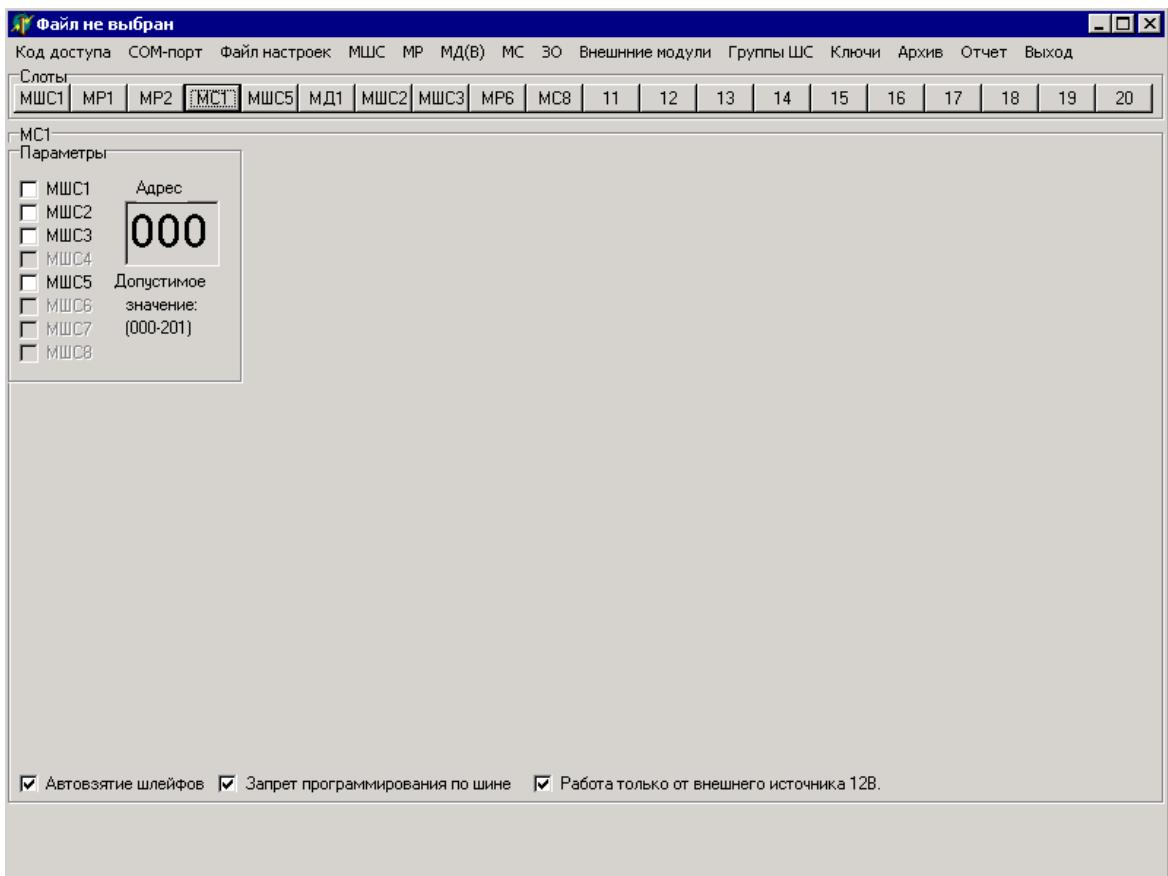

Рис. 11
ний, подключенной к данному МС (рисунок 11):
2.1.3.8 При программировании любого МС прибора в списке, состоящем из восьми МШС (максимально возможное для обслуживания одним прибором количество МШС), доступными для программирования являются те МШС, которые реально включены в конфигурацию прибора (рисунок 11).